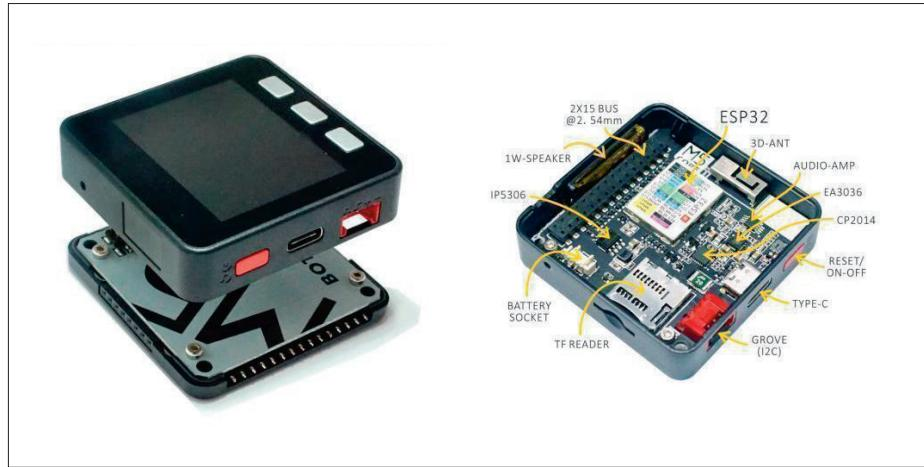

Figure 1 : Le module M5Stack ESP32 Basic Core disponible dans l'e-choppe d'Elektor.
*M5Stack ESP32 Basic Core* de la **fig. 1**, disponible dans l'e-choppe d'Elektor (référence en fin d'article). Ce module compact réunit tout ce qu'il faut :